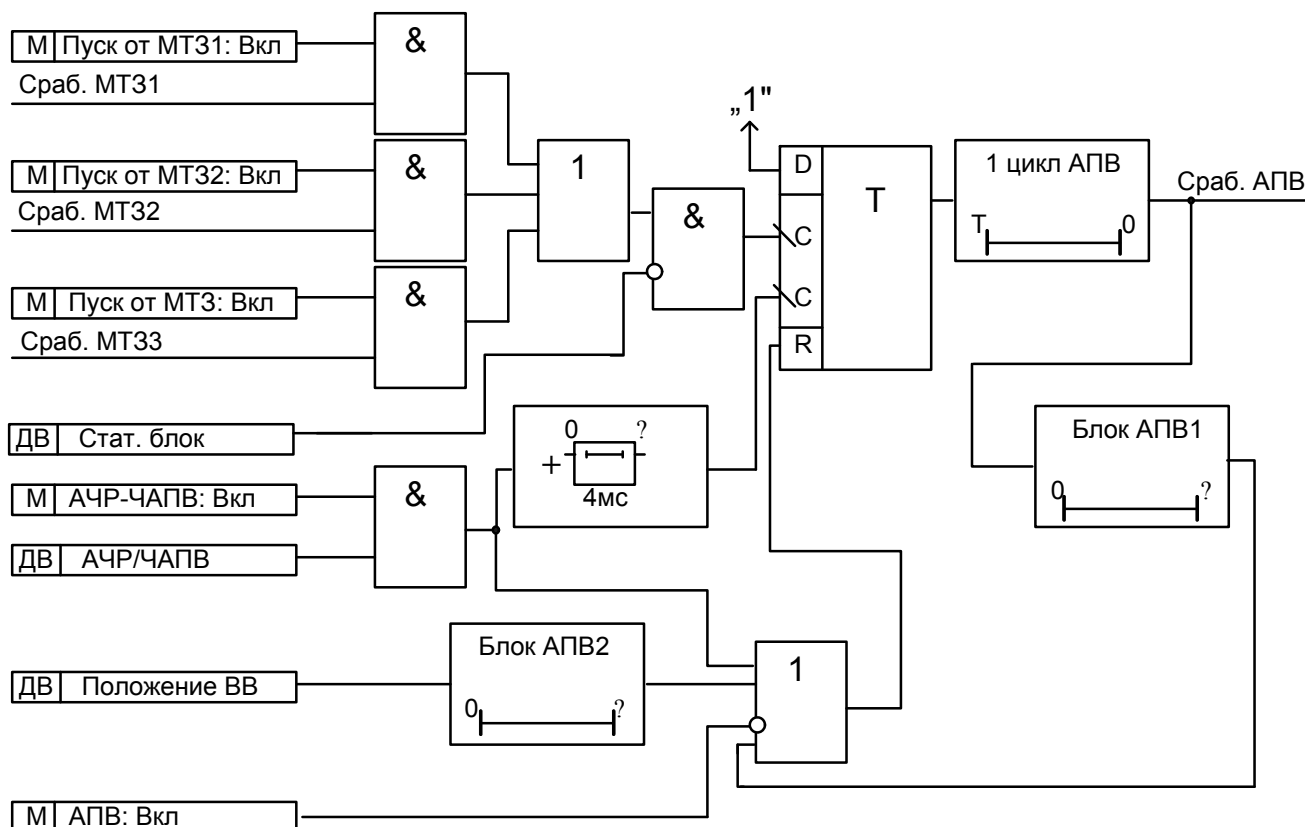

Рис. 15 Функциональная схема блока АПВ
2.5.6 Функциональная схема блока АПВ приведена на рис.15. Ввод и вывод пуска АПВ от отдельных ступеней МТЗ предусмотрен программно.